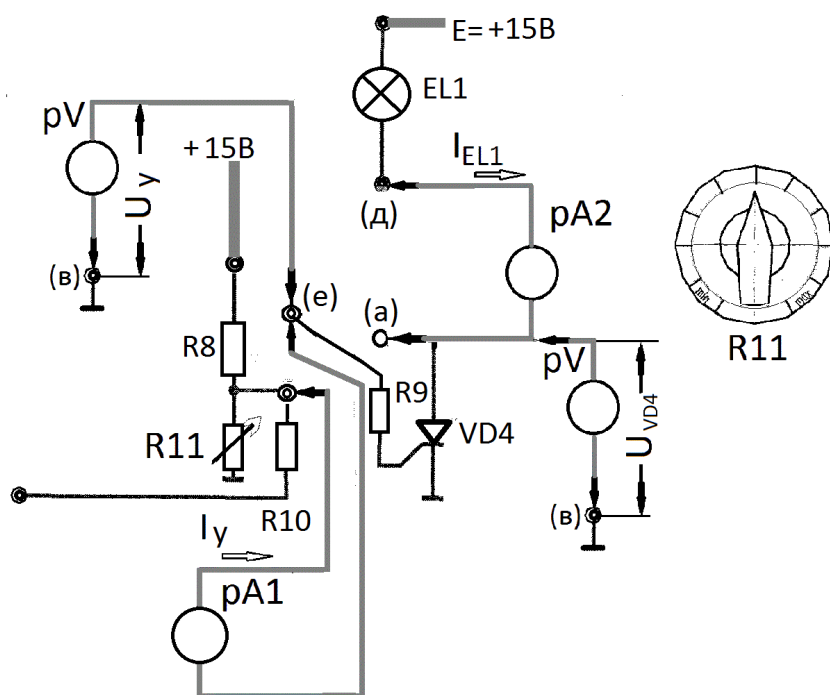

Рис. 9.
1.7. Аналогично заданию п.1.3. и 1.5 определить свойства схемы рис. 9.